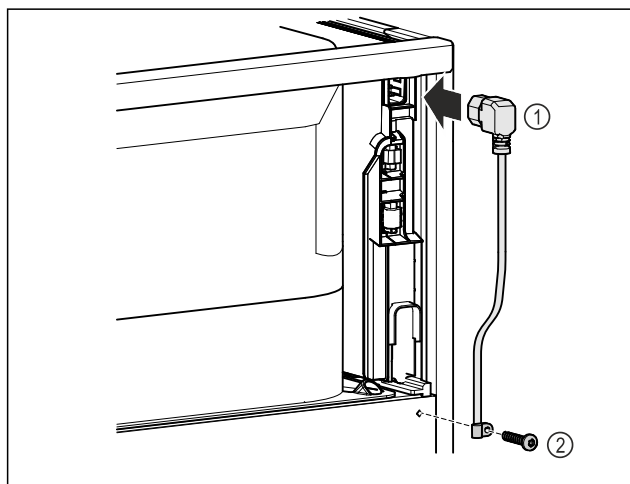

Fig. 8
- Netsnoer Fig. 8 (1) in de koudapparaatbus aan de achterkant van het apparaat steken.
- Trekontlasting monteren. Fig. 8 (2)